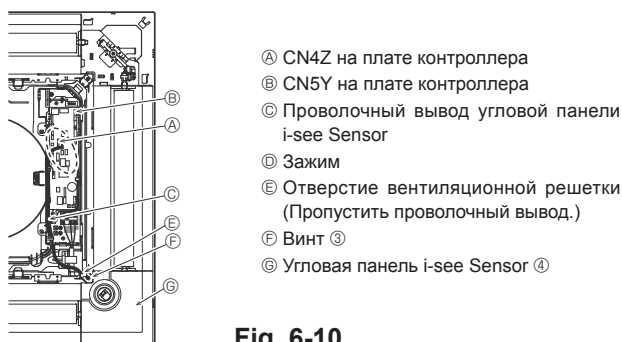

Fig. 6-10
6.4.6. Установка угловой панели i-see Sensor (Fig. 6-10)